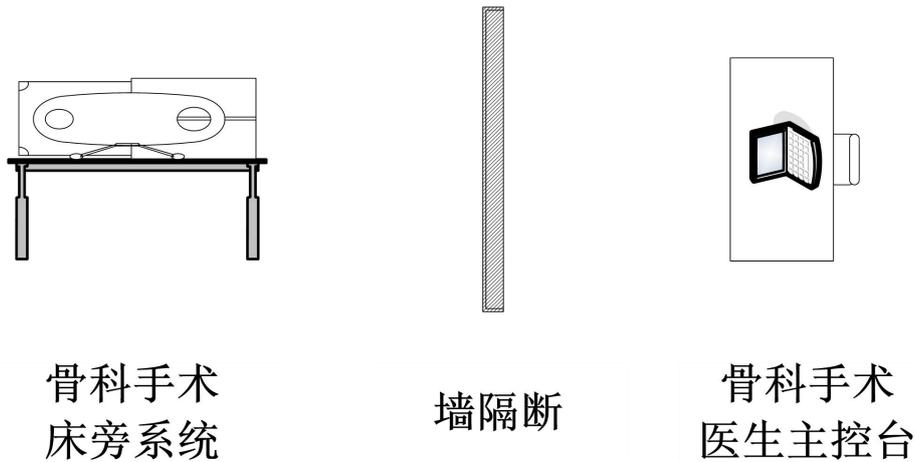

图 2 骨科手术机器人系统工作场景示意图
1、骨科手术机器人系统工作场景示意图如图 2 所示，骨科手术机器人系统有两部分组成，(1) 骨科手术医生主控台 (2) 骨科手术